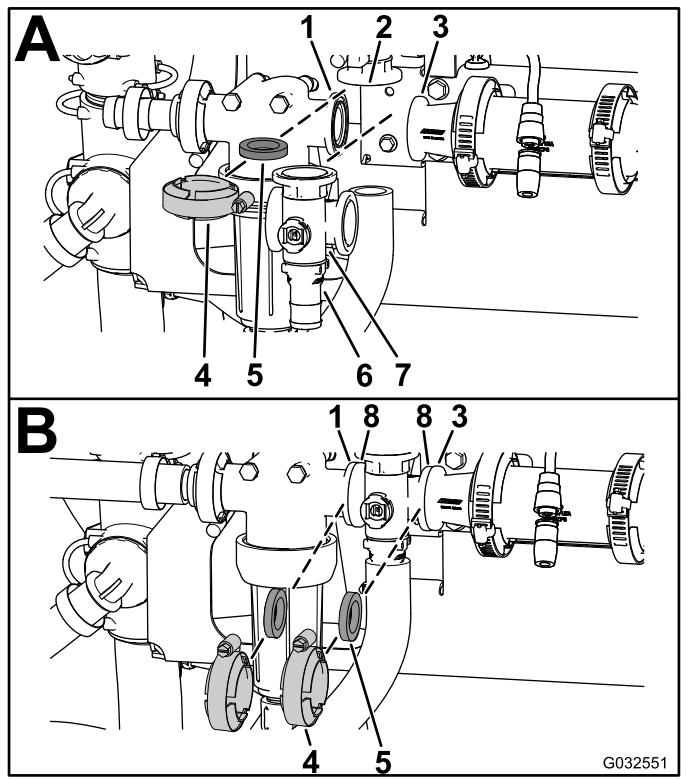

Figura 109
1. Alinhe a flange da válvula de distribuição da agitação, uma junta e a flange da união do tampão do coletor da válvula de agitação (A de Figura 109).
2. Monte a válvula de distribuição da agitação, junta e coletor da válvula de agitação com uma abraçadeira bem apertada à mão (A de Figura 109).
3. Prenda o conector rápido à união de distribuição ao inserir uma fixação na tomada da união da distribuição (A de Figura 109).
4. Alinhe uma junta entre as flanges da cabeça do filtro de pressão e o coletor da válvula de agitação (B de Figura 109)
5. Monte a cabeça do filtro de pressão, junta e coletor da válvula de agitação com uma abraçadeira bem apertada à mão (B de Figura 109).
6. Alinhe uma junta entre as flanges do coletor da válvula de agitação e acoplador de redução (B de Figura 109).
7. Monte o coletor da válvula de agitação, junta e acoplador de redução com uma abraçadeira bem apertada à mão (B de Figura 109).